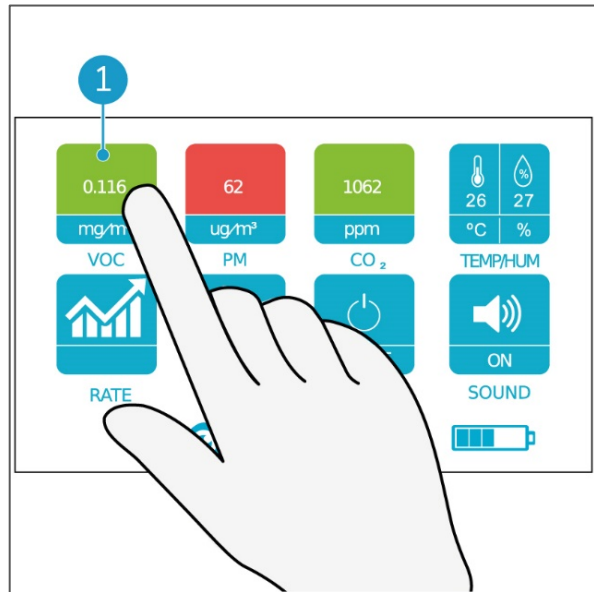

Figura 10
1. Toque no botão VOC (Figura 10, pos. 1) com o dedo.